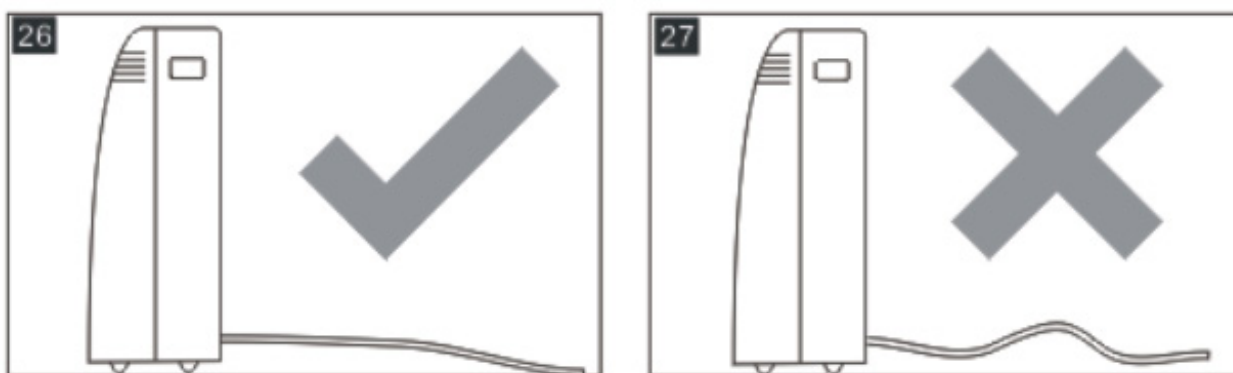

Abbildung 18
- Schließen Sie den Abflussschlauch an (1/2" oder 12,7mm, eventuell nicht mitgeliefert). Der Schlauch ist so zu verlegen das Wasser mit stetigem Gefälle vom Gerät abgeführt und nicht abgeknickt wird (siehe auch Abbildung 18).